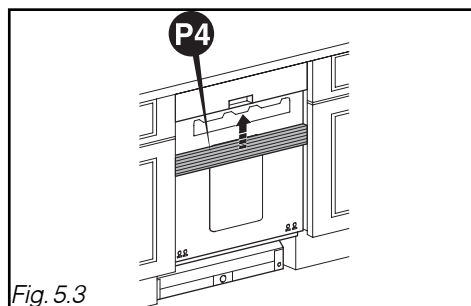

Fig. 5.3
- Clippez l'ensemble de réhausse **P4** sur le bandeau de l'appareil (Fig. 5.3).